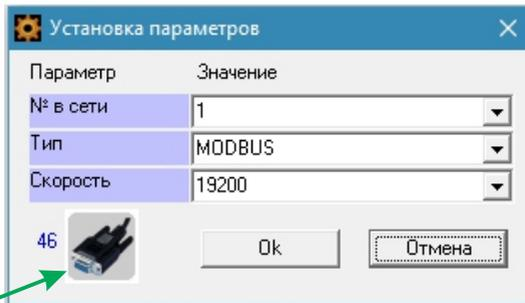

Рис. 15. Вікно «Встановлення параметрів»
1.18 Для прописування параметрів протоколу, необхідних для забезпечення зв'язку між контролером і зовнішнім пристроєм, зробіть одинарний клік лівою кнопкою миші на іконку необхідного блоку Мережевий ввід-вивід на схемі у вікні Конфігуратора. Після цього з'явиться вікно «Установка параметрів», в якій вже встановлені параметри: № в мережі, Тип та Швидкість, які були прописані при створенні схеми у середовищі P-CAD (Рис. 15):